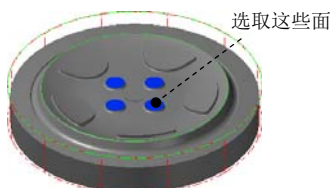

图 15.43 选取干涉面
(2) 单击 **检测** 区域中的 **按钮**，选取图 15.43 所示的面为干涉面（共 4 个），然后按 Enter 键。单击 **✓** 按钮完成加工区域的设置，同时系统弹出“曲面精加工等高外形”对话框。